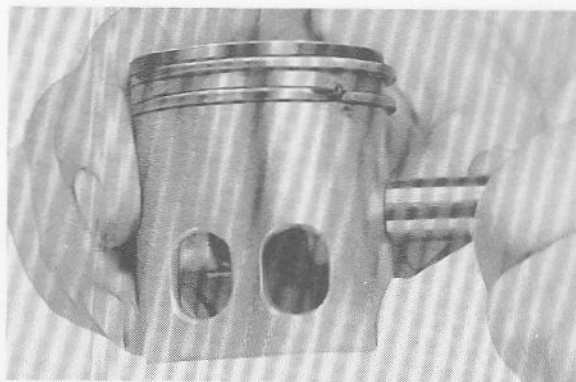

Fig. 3-3-8
5. The piston pin should have no noticeable freeplay in piston. If the piston pin is loose, replace the pin and/or the piston. (Fig. 3-3-8)
5. L'axe de piston doit être sans jeu appréciable dans le piston. Si l'axe de piston est lâche, remplacer l'axe et/ou le piston. (Fig. 3-3-8)